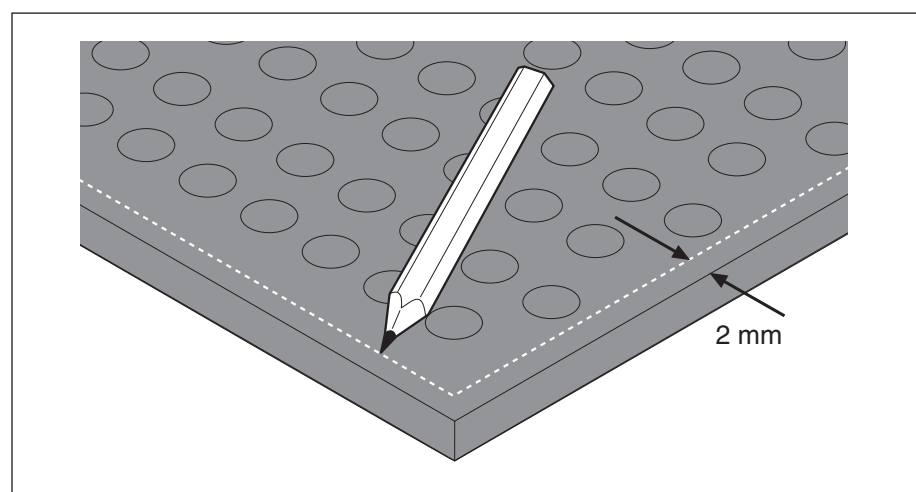

Abb. 5-6: Schaltmatten positionieren
- Bei Montage weiterer Seiten: Markierung am Schaltmattenrand anbringen und Z-Profile daran ausrichten (siehe Abb. 5-6, S. 12).
- Bei Montage weiterer Seiten: Z-Profile an der Markierung am Schaltmattenrand ausrichten (siehe Abb. 5-6, S. 12).
1. Im Abstand von 2 mm von den äußeren Kanten der Schaltmattenanlage z. B. mit einem Kugelschreiber Markierungen auf den Schaltmatten anbringen (siehe Abb. 5-6, S. 12).